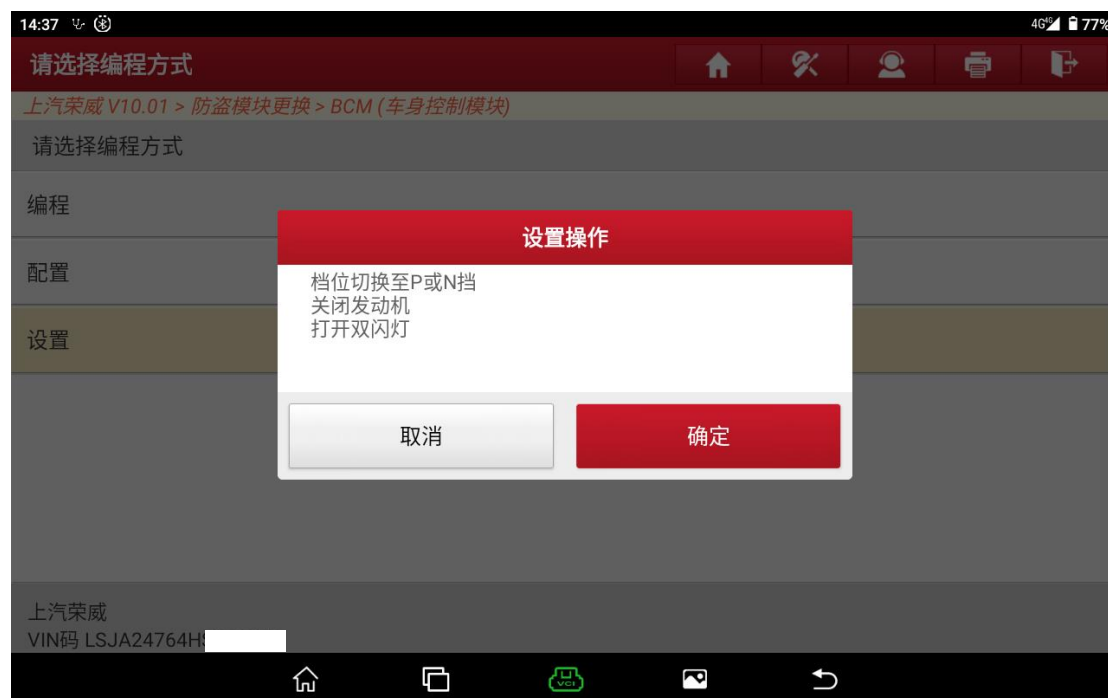
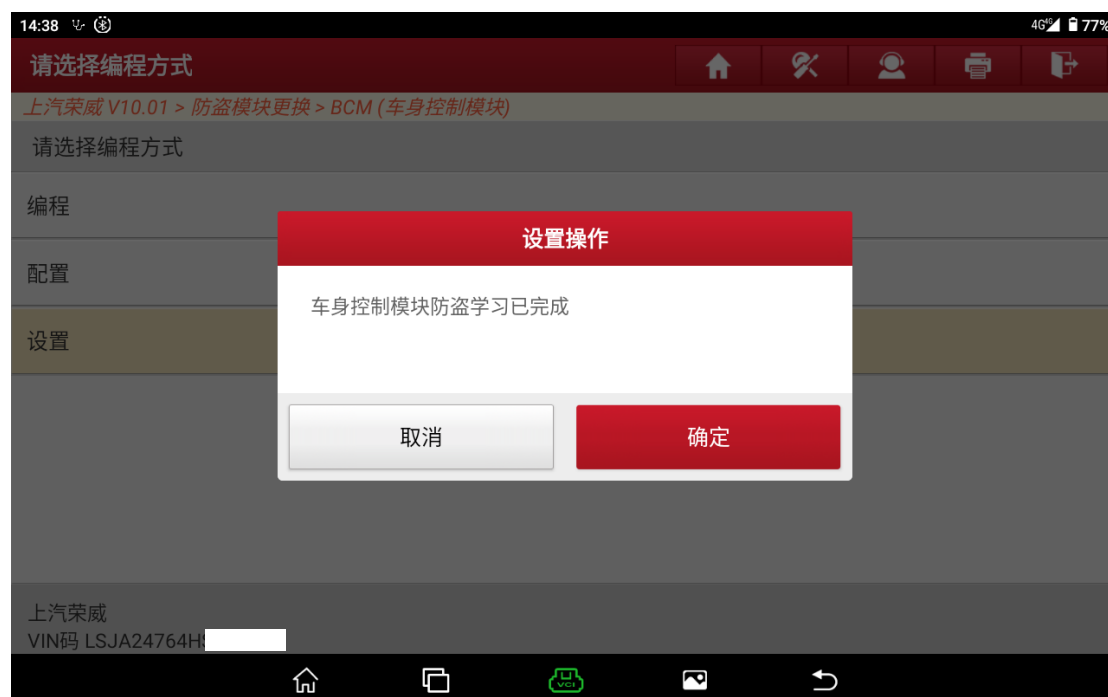

图 18
图 19
7. 选择设置功能并完成此功能（图 18、图 19、图 20、图 21、图 22）